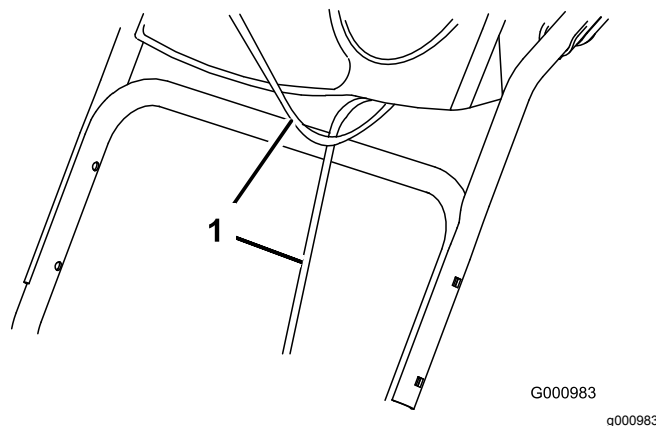

Figura 4
1. Sollevate il gruppo stegola superiore, giratelo e posizionatelo sopra la stegola inferiore (**Figura 4**).